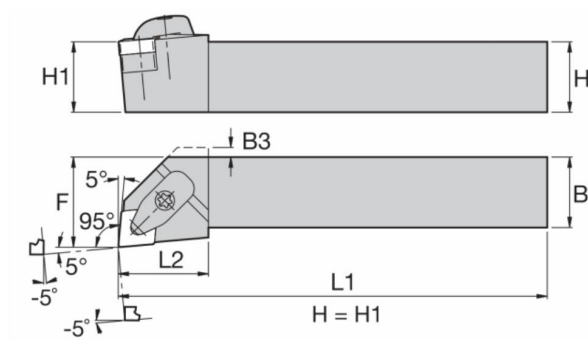
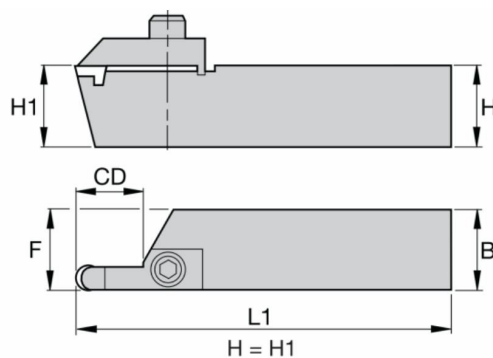

Рисунок 3. Токарный проходной резец (для наружной обработки)
Рисунок 4. Токарный канавочный (отрезной) резец (для наружной обработки)
1. Токарные резцы для наружной обработки. В случае применения резцов для наружной обработки подбирается державка, размеры которой соответствуют размерам гнезда револьверной головки, определяемым размерами $H \times B$ (рис. 3). К резцам с таким типом державки относятся токарные проходные резцы (рис.3), отрезные или канавные (рис.4), а также резьбонарезные резцы (рис.5). Инструменты устанавливаются в гнездо револьверной головки непосредственно или с помощью вспомогательного инструмента (рис.6).